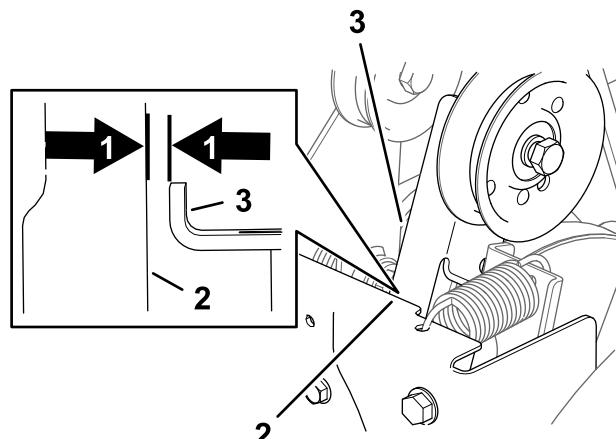

Figura 39
2. Con la leva di trasmissione della spazzola disinnestata, assicuratevi che lo spazio tra il braccio della frizione della spazzola e la stegola della macchina sia pari a 1,5 mm, come mostrato in Figura 39.